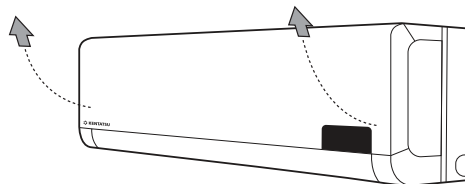

Рис. 26
- Откройте панель внутреннего блока и поднимите ее до щелчка (рис. 26).